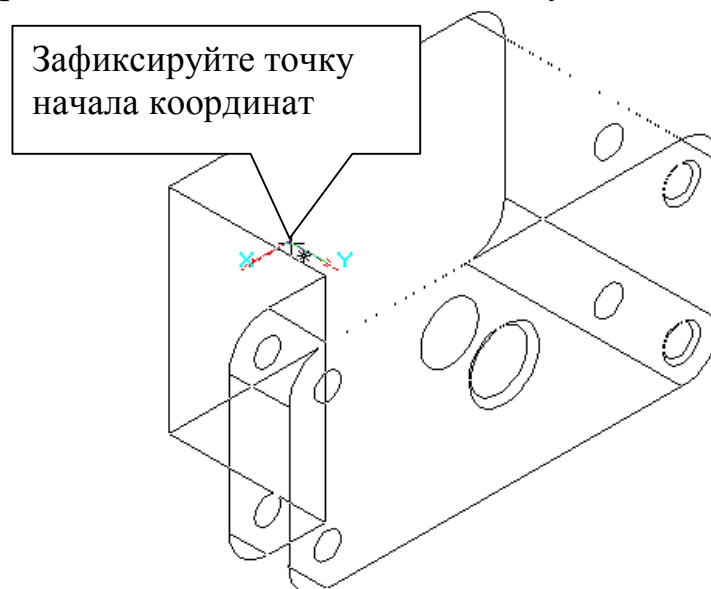

Рис. 78
- 1) Нажмите кнопку **Добавить из файла**  на панели **Редактирование сборки**  и откройте модель «Основание». Подведите курсором фантом модели к началу координат и зафиксируйте ее положение в точке начала координат (при этом курсор должен находиться в режиме указания вершины +\*), рис. 78. Установите ориентацию **XYZ**. Нажмите кнопку **Полутоновое отображение** .